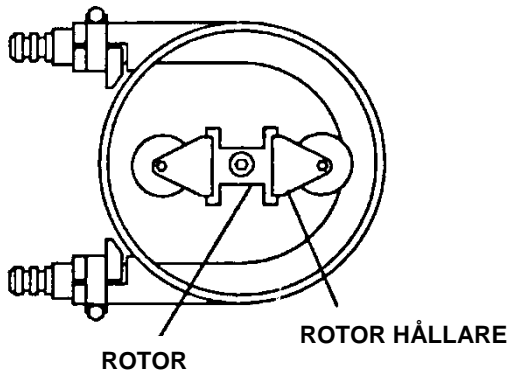

Fig. 9
3. Placera rotorn som i fig. 9.